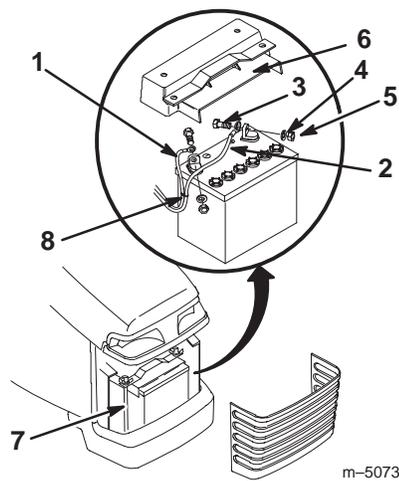

Bild 54
3. Entfernen Sie das Batteriehalteblech (Bild 54).
4. Klemmen Sie das Minuskabel (schwarz) vom Batteriepol ab (Bild 54).
5. Klemmen Sie das (rote) Pluskabel vom Batteriepol ab (Bild 54).
1. Setzen Sie die Batterie in das Chassis ein (Bild 54).
2. Schließen Sie das Pluskabel (rot) mit der Schraube, Scheibe und Sicherungsmutter am (+) Pluspol an (Bild 54).
3. Schließen Sie das (schwarze) Minuskabel mit der Schraube, Scheibe und Sicherungsmutter am (-) Minuspol an (Bild 54).